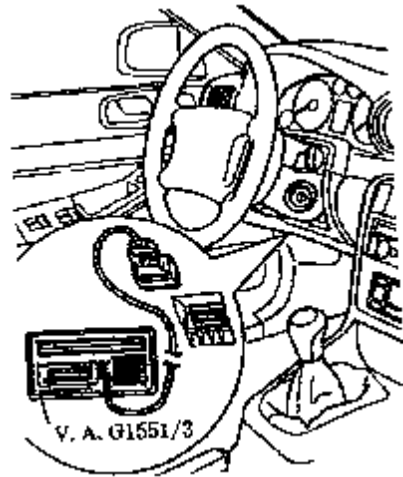

图 4-198 连接诊断检测仪
(1) 松开诊断插座盖板。用电缆 V.A.G1551/3 连接诊断检测仪 V.A.G1551 或 V.A.G1552 (图 4-198)。显示屏显示: